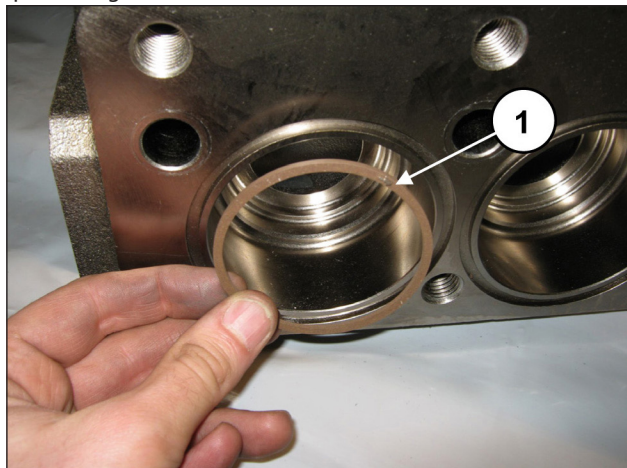

Fig. 147
In aspirazione inserire l'anello antiestrusione, pos. esploso n. 6 (pos. ①, Fig. 147).